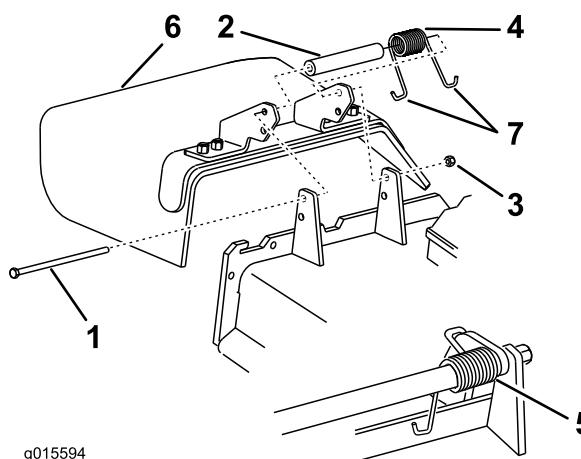

Figura 90
Nota: Certifique-se de que está instalada uma extremidade em J por detrás da extremidade da plataforma antes de colocar o parafuso como se mostra na Figura 90.
6. Coloque uma extremidade em gancho J da mola em torno do defletor de relva (Figura 90).
1. Retire a porca de bloqueio, o parafuso, a mola e o espaçador que fixam o defletor aos apoios de articulação (Figura 90).